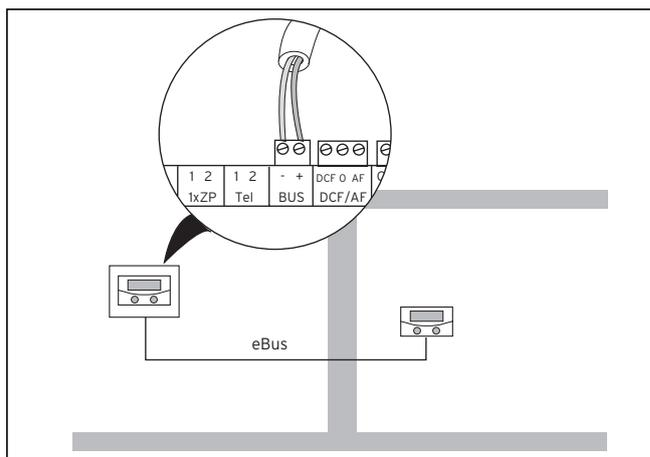

Fig. 4.1 Conectar el aparato de control remoto
- Conecte el cable de conexión según la fig 4.1.
- Con lo que el aparato de control remoto (1) en el zócalo de pared de tal manera, que los pasadores de la parte de detrás en la parte superior se adapten en los asientos (2).